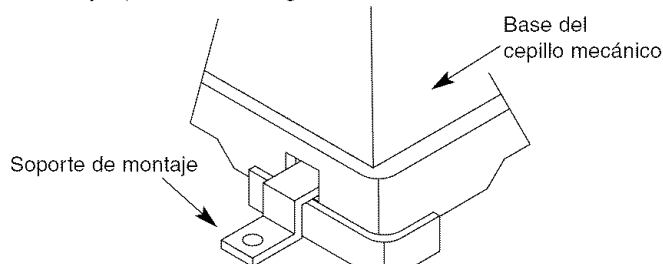

Figura 6 - Utilice Soportes de Montaje para Asegurar el Cepillo Mecánico
- El cepillo mecánico/cepilladora se puede instalar en un banco de trabajo mediante los soportes de montaje suministrados, y pernos, arandelas de seguridad y tuercas hexagonales (no se incluyen). Consulte la Figura 6.